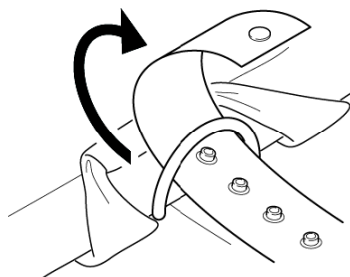

Abbildung 8
3. Den Gurt durch den D-Ring ziehen und sicher einrasten lassen, wie in Abbildung 8 dargestellt. Der Handgriff kann zum Tragen der Transfermatte benutzt werden.